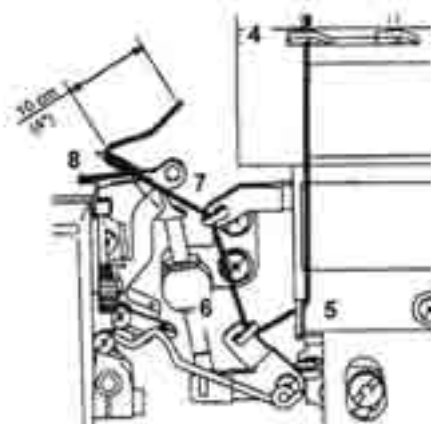

Fig.18
5. Enfie a linha no espaço para a lançadeira de acordo com as marcações vermelhas (fig. 18).